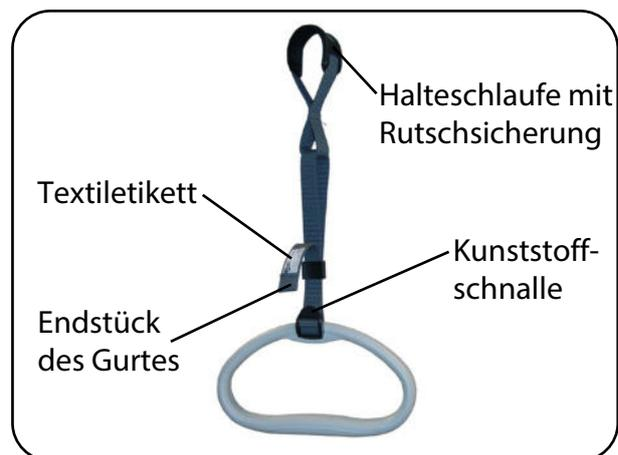

Abb. 6.5.03 – Haltegriff und Gurt
5. Passen Sie die Höhe des Haltegriffs an die individuellen Patientenbedürfnisse an. Das Gurtband hat einen Verstellbereich von 20cm und kann über die Kunststoffschnalle (Abb. 6.5.03) verstellt werden. Hierbei darf der Griff nicht belastet sein. Achten Sie darauf, dass das Endstück des Gurtes min. 3cm über der Kunststoffschnalle steht (Abb. 6.5.03).